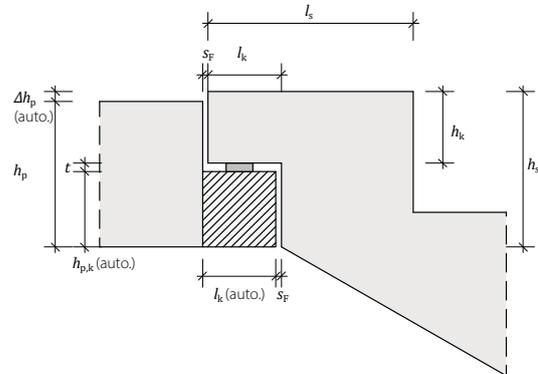

Bild 3. Grafische Hilfe zur Option "UK Treppe und UK Podest auf gleicher Höhe"
- Die Option **UK Treppe und UK Podest auf gleicher Höhe** legt fest, dass an die Unterseite der Konsole der Treppenlauf ohne Versatz anschließt (siehe Bild 3) und somit ein fließender Übergang entsteht.